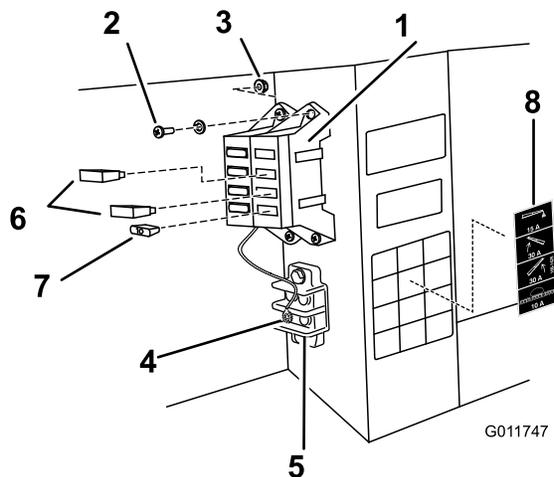

Figure 12
8. Connectez le fil de masse noir au boulon de 1/4 pouce à l'intérieur du châssis du véhicule au moyen de la rondelle en étoile (Figure 12).
10. Fixez le porte-fusibles et le faisceau sur le châssis à côté des porte-fusibles existants, au moyen des deux vis (n° 10-24 x 3/4") et deux contre-écrous (n° 10-24) comme illustré à la Figure 12.
- A. Montez le fusible 30 A dans les emplacements des fusibles de levage de rampes droite et gauche (Figure 12).
- B. Montez le fusible de 10 A dans l'emplacement du fusible d'alimentation du système de pulvérisation (Figure 12).